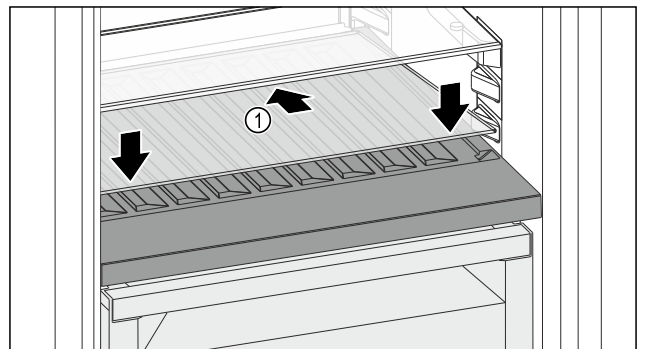

Fig. 126
- ▶ Glasplatte Fig. 126 (1) schräg und nach hinten unten geneigt ansetzen.
- ▶ Glasplatte Fig. 126 (1) vorne absenken.